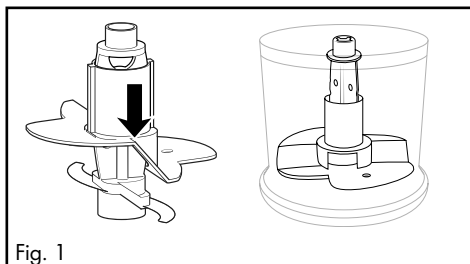

Fig. 1
– Për 100 ml krem, vendoseni mbi montimin e tehet **6**, në mënyrë që disku i emulsionit të mbështetet mbi të dy tehet **8** dhe të fiksohet në vendin e vet (fig. 1):